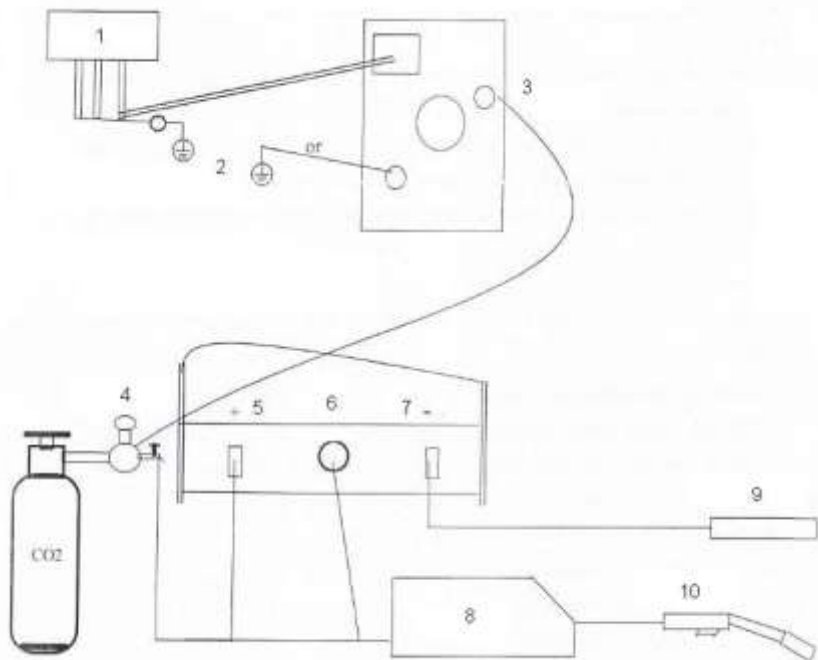

Рис.2
- б) выполнить кабелем соответствующего сечения все соединения (рис.2) и затянуть все контактные зажимы;
6.8.Произведите монтаж полуавтомата в соответствии с рис.2.